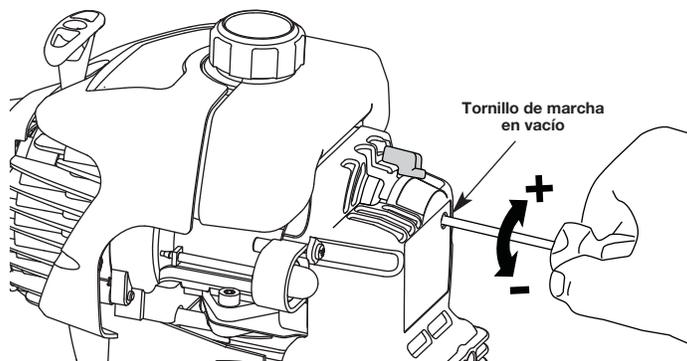

Fig. 37
La velocidad lenta del motor puede ser ajustada por la cubierta del silenciador / filtro de aire (Fig. 37).
2. Suelte el gatillo del regulador y deje que el motor funcione en marcha lenta. Si el motor se para, inserte un pequeño destornillador Phillips o de vástago plano en el orificio de la cubierta del silenciador / filtro de aire (Fig. 37). Gire el tornillo de marcha lenta en **sentido horario**, de a 1/8 de vuelta por vez (según sea necesario) hasta que el motor funciona en mínima.